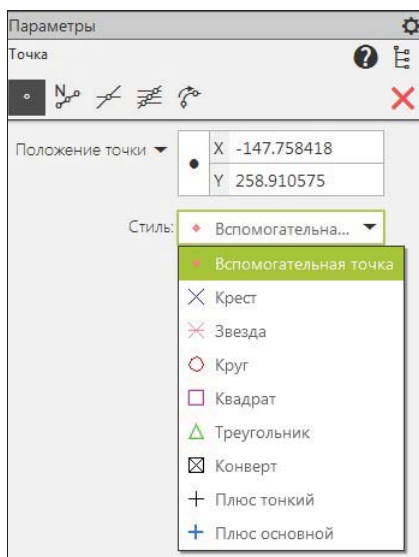

Рис. 6.18. Выпадающая панель со списком стилей
- ◆ щелкните ЛК мыши по кнопке **Точка**. Вы можете задать положение точки двумя способами: щелчком мыши в графической области либо ввести координаты по X и Y на панели **Параметры: Точка** в окнах **Положение точки**. Точка будет автоматически построена. Можно изменить стиль изображения точки. Для этого в окне **Стиль** нажмите на черный треугольник, раскроется список стилей отображения вспомогательной точки (рис. 6.18), выберите необходимый стиль. Обратите внимание, что в **Заголовке** также присутствуют все команды данной группы. При настройке системы (см. урок 17) можно изменить цвет вспомогательной точки;